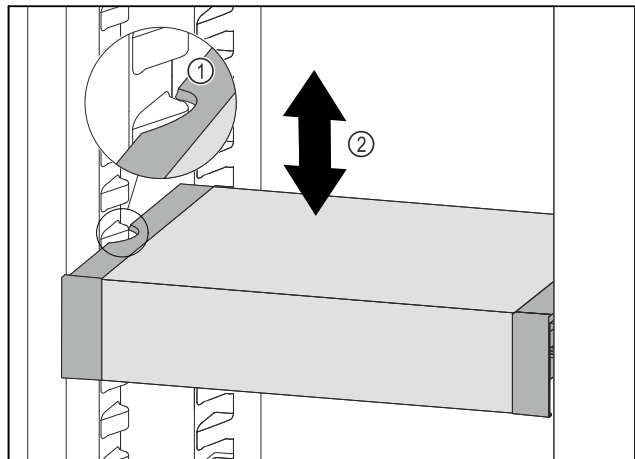

Fig. 118
- ▶ Тяните VarioSafe вперед, пока боковые выемки VarioSafe не окажутся на высоте выступа резервуара в холодильном отделении. Fig. 118 (1)
- ▶ Двигайте VarioSafe в холодильном отделении вверх или вниз, пока не будет достигнута требуемая высота. Fig. 118 (2)